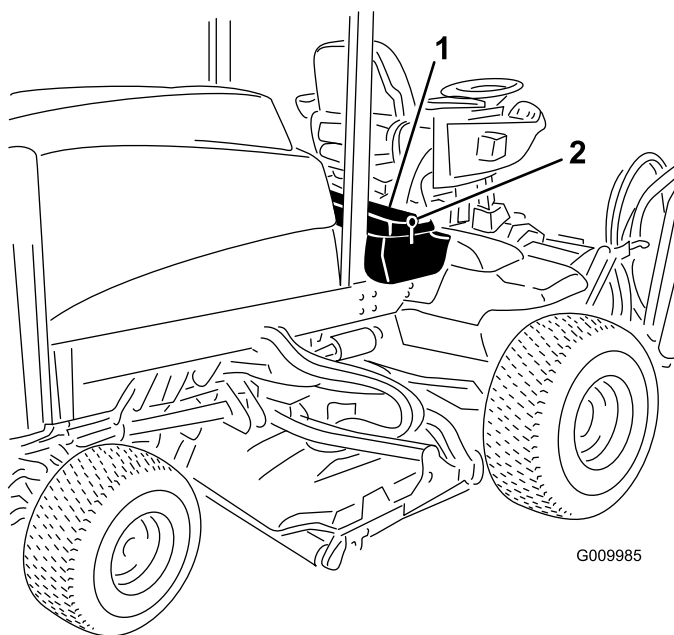
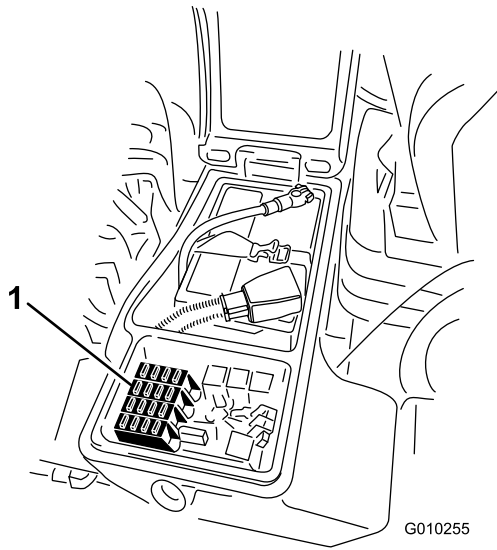

図 50
図 51
1. 右側の物入れのカバーのラッチを外してベルトカバーを外し 図 50、ヒューズブロックを露出させる 図 51。
2. 必要に応じてヒューズを交換する 図 51。
3. 右側の物入れのカバーを閉じてラッチで固定する図 50。